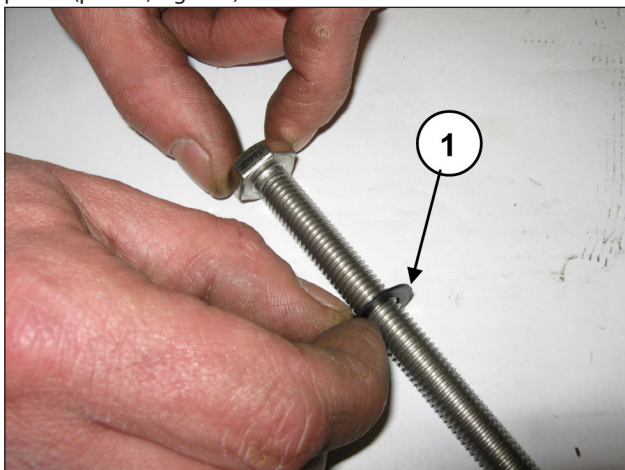

Fig. 136
Introducir la arandela $\varnothing 10 \times 18 \times 0.9$ en el tornillo de fijación del pistón (pos. ①, Fig. 136).